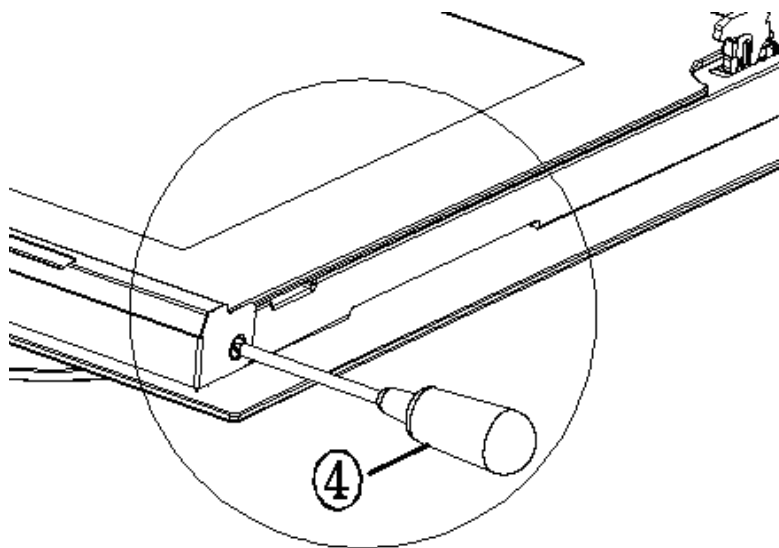

Figura 5
1. La figura 5 muestra cómo desmontar dos tornillos en la viga con un destornillador cruzado.